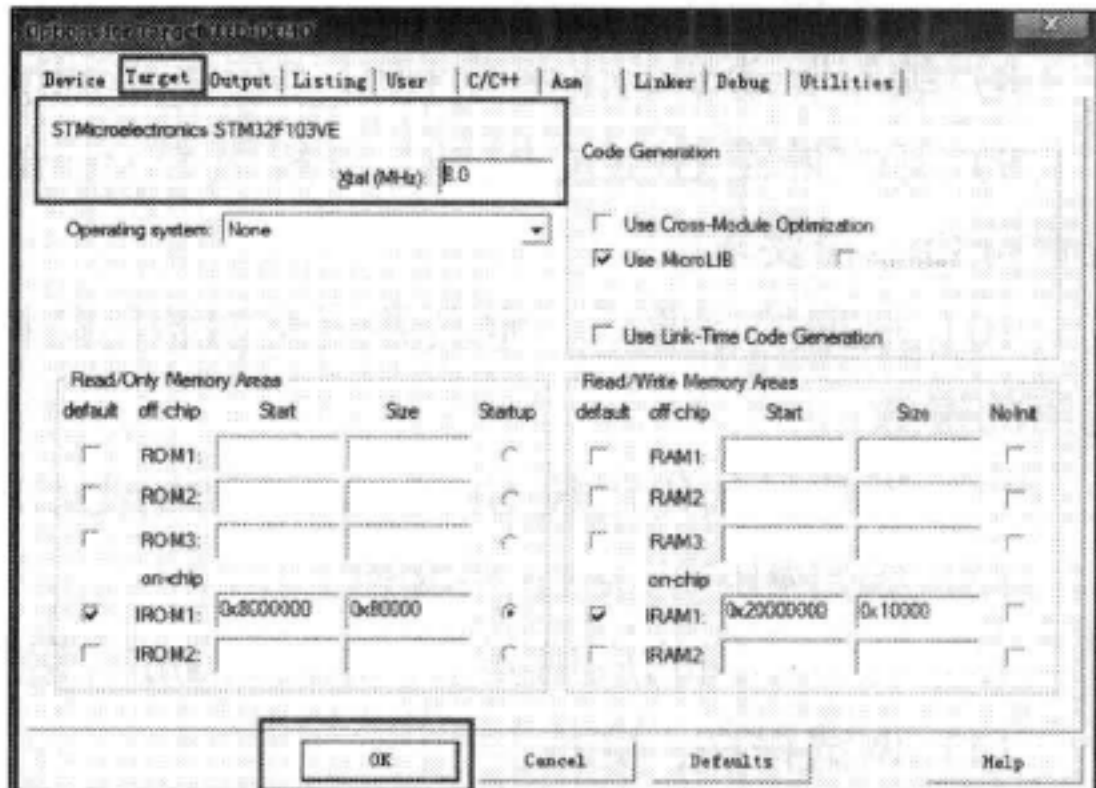

图 5-2 设置仿真的晶振频率
- 2) 设置仿真运行的外部晶振频率为 8 MHz，见图 5-2。